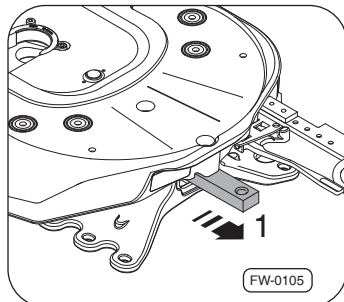

図16 クランプを引き出す。
- クランプを両側とも横方向（図16の矢印1）に引いて下さい。ラバー・ダンパーはブラケット(ブラケット・ブロック)の中に残ります。